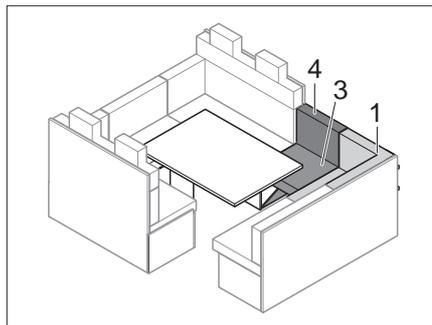

Bild 118 Nach dem Vergrößern
- Sitzpolser (Bild 118,1) wieder anbringen.